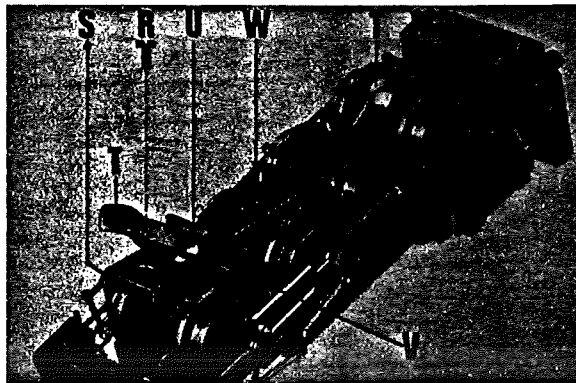

Abb. 5
**Mittelschleifer (Abb. 5):** Jeweils eine der beiden Schrauben R an der Unterseite der Lok lösen und Halteplatte S auf dieser Seite leicht anheben bis sie in der Mitte ausrastet. Halteplatte S dann an den Bremsen vorsichtig noch weiter nach oben biegen, Schleifer T vorsichtig zum jeweiligen Ende der Lok ziehen und durch die Öffnung in der Halteplatte herausnehmen. Neuen Schleifer schräg einführen (U) und gerade zur Lokmitte hinschieben. Dabei darauf achten, daß die Blattfeder V unter dem Schleifer liegt und nicht verbogen wird. Schleifer in die Lagerschlitze W einführen und Halteplatte S durch leichten Druck wieder einrasten. Schraube R festschrauben und kontrollieren, daß Schleifer leicht beweglich ist.